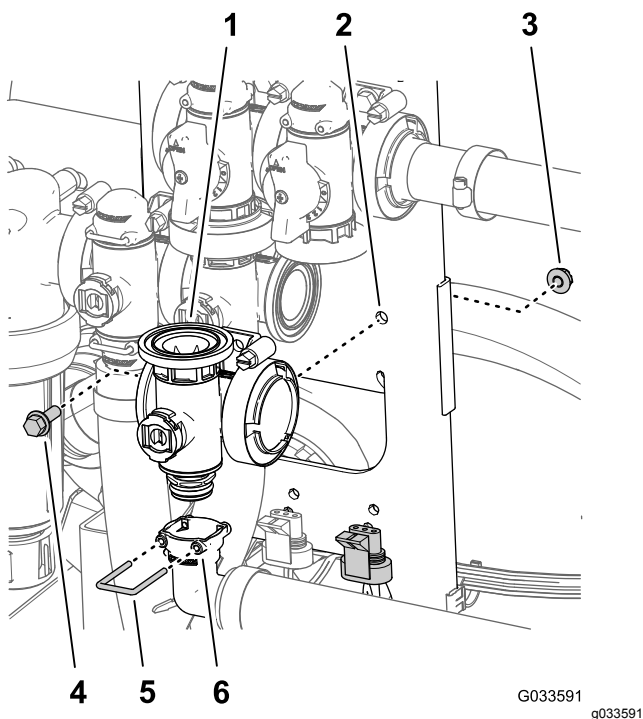

Figura 118
2. Rimuovete il fermo che fissa il raccordo di uscita a 90° al connettore del collettore per la valvola principale delle barre (Figura 118).
3. Rimuovete il bullone a testa flangiata (1/4" x 3/4") e il dado di bloccaggio flangiato (1/4") che fissano la valvola principale delle barre al supporto della valvola e rimuovete il collettore della valvola dalla macchina (Figura 118).